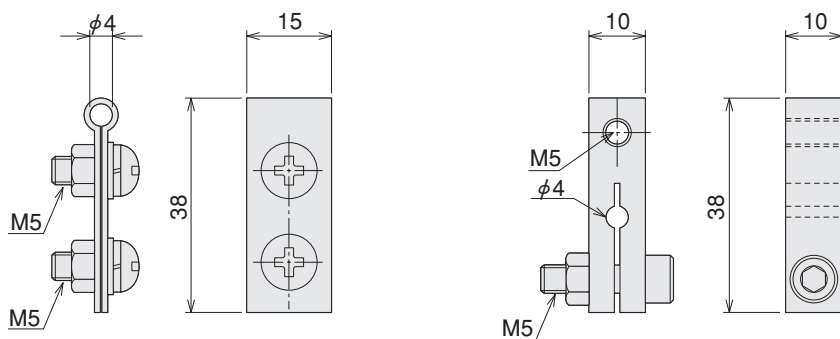

図1 電極用端子（参考図）
- ① ICF フランジ用メタルガスケットを別途用意頂き、挟み込んで取付けてください。取付けの際に、シールエッジ面に傷がつかないように注意してください。（エッジが潰れたり、傷がついた場合は、IPD ガスケットをご検討ください）
- ② 熱電対用の真空側は、OMEGA 社製のマルチピン（ソケット型）が圧着されています。熱電対接続端子はOMEGA 社製のマルチピン（ピン型 +: SMTC-CH-P、-: SMTC-AL-P）を使用してください。接続時は、極性に十分注意してください。（極性は、長さにより識別しています。長：+、短：-）
- ③ ヒーター用の真空側は、丸端子が圧着された製品（HCF0130）と電極だけの製品があります。
- ・ 電極だけのものについては、図 1 に示す電極用端子を用いて電極と電線を接続してください。
- ④ 熱電対用の大気側は、補償導線の先端にフォーク端子が圧着されています。温度制御機器または温度計測機器の電源が OFF になっていることを確認してから、機器の熱電対入力端子に、極性に十分注意して接続してください。（極性は、色により識別しています。赤：+、白：-）
- ⑤ ヒーター用の大気側は、リード線の先端に丸端子が圧着された製品（HCF0130）と電極だけの製品があります。
- ・ 電極だけのものについては、図1に示す電極用端子を用いて、電極と電線の一方を接続し、電線のもう一方を制御機器などの電源がOFFになっていることを確認し、制御機器の出力端子などに接続してください。